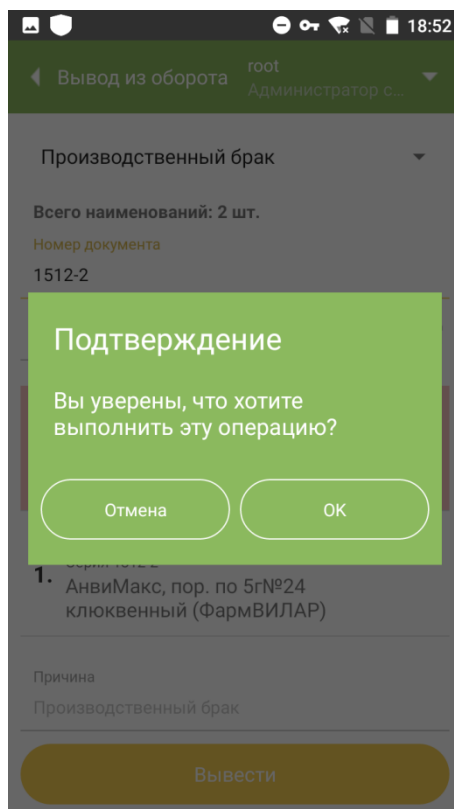

Рисунок 11.5
5. Нажать кнопку «Вывести». Подтвердить выполнение операции, нажав кнопку «ОК» (Рисунок 11.5). Появится системное сообщение «Выполнено», нажать «ОК».
- 2.3. Нажать кнопку «Вывести», затем подтвердить вывод из оборота (Рисунок 11.5), нажав на кнопку «ОК». После завершения операции появится сообщение «Выполнено».
- 3.4. После того как все требуемые коды будут отсканированы, нажать кнопку «Вывести». Подтвердить выполнение операции, нажав «ОК» (аналогично Рисунок 11.5).